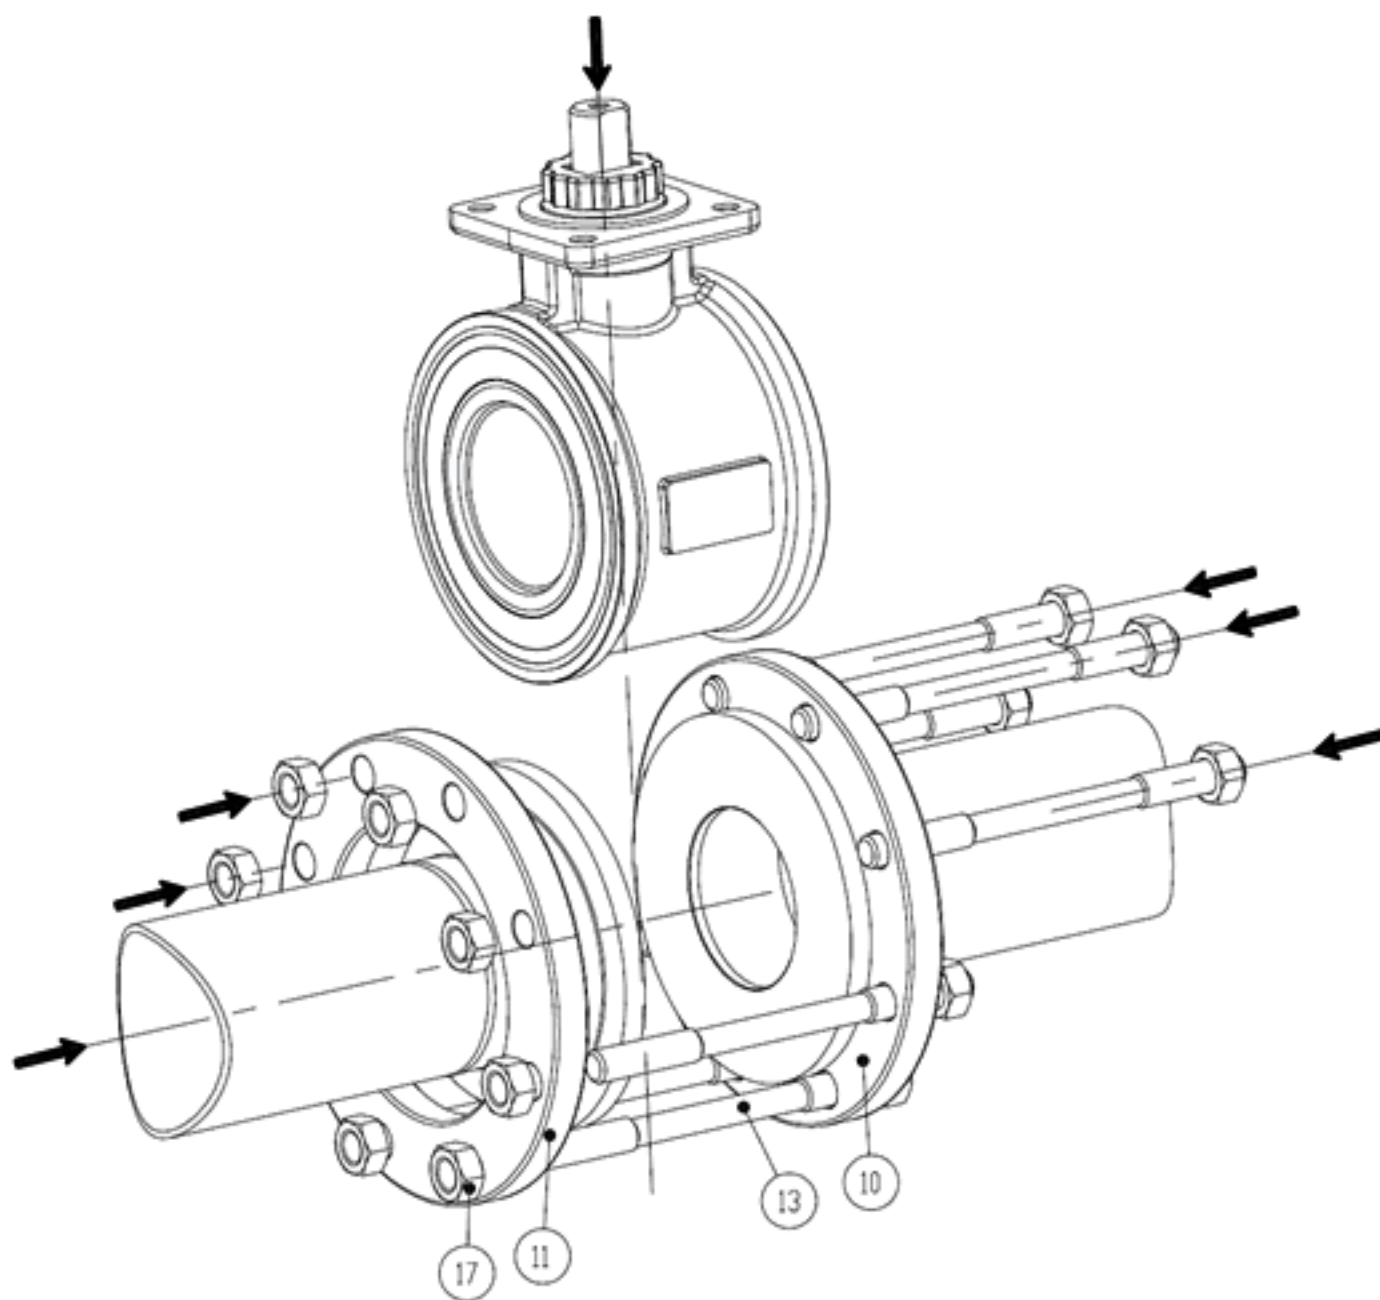
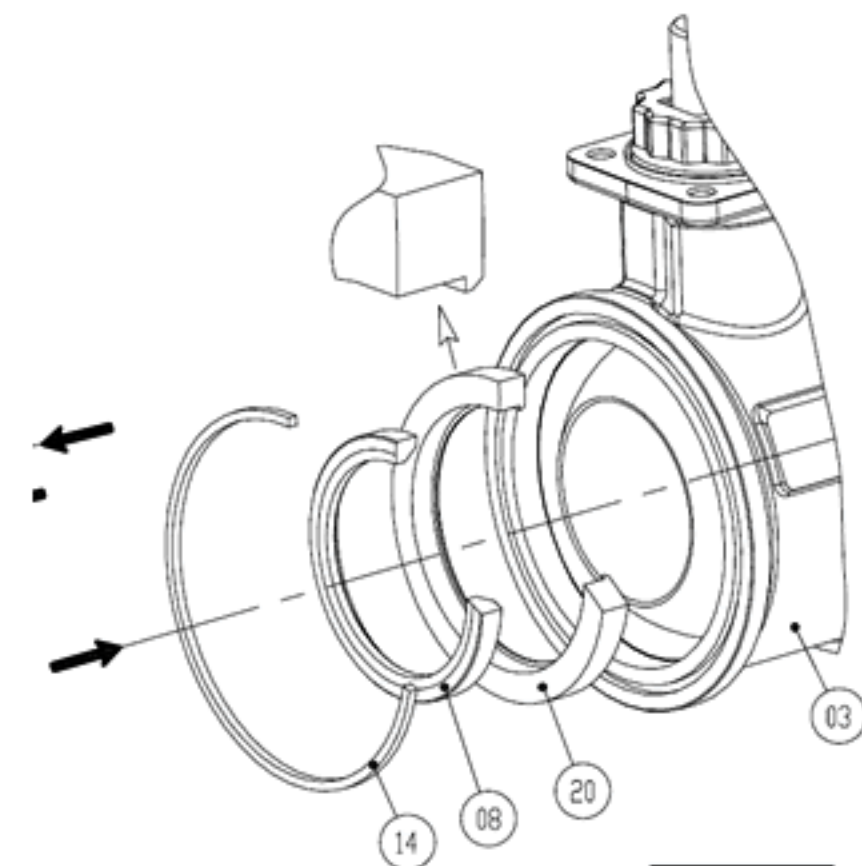
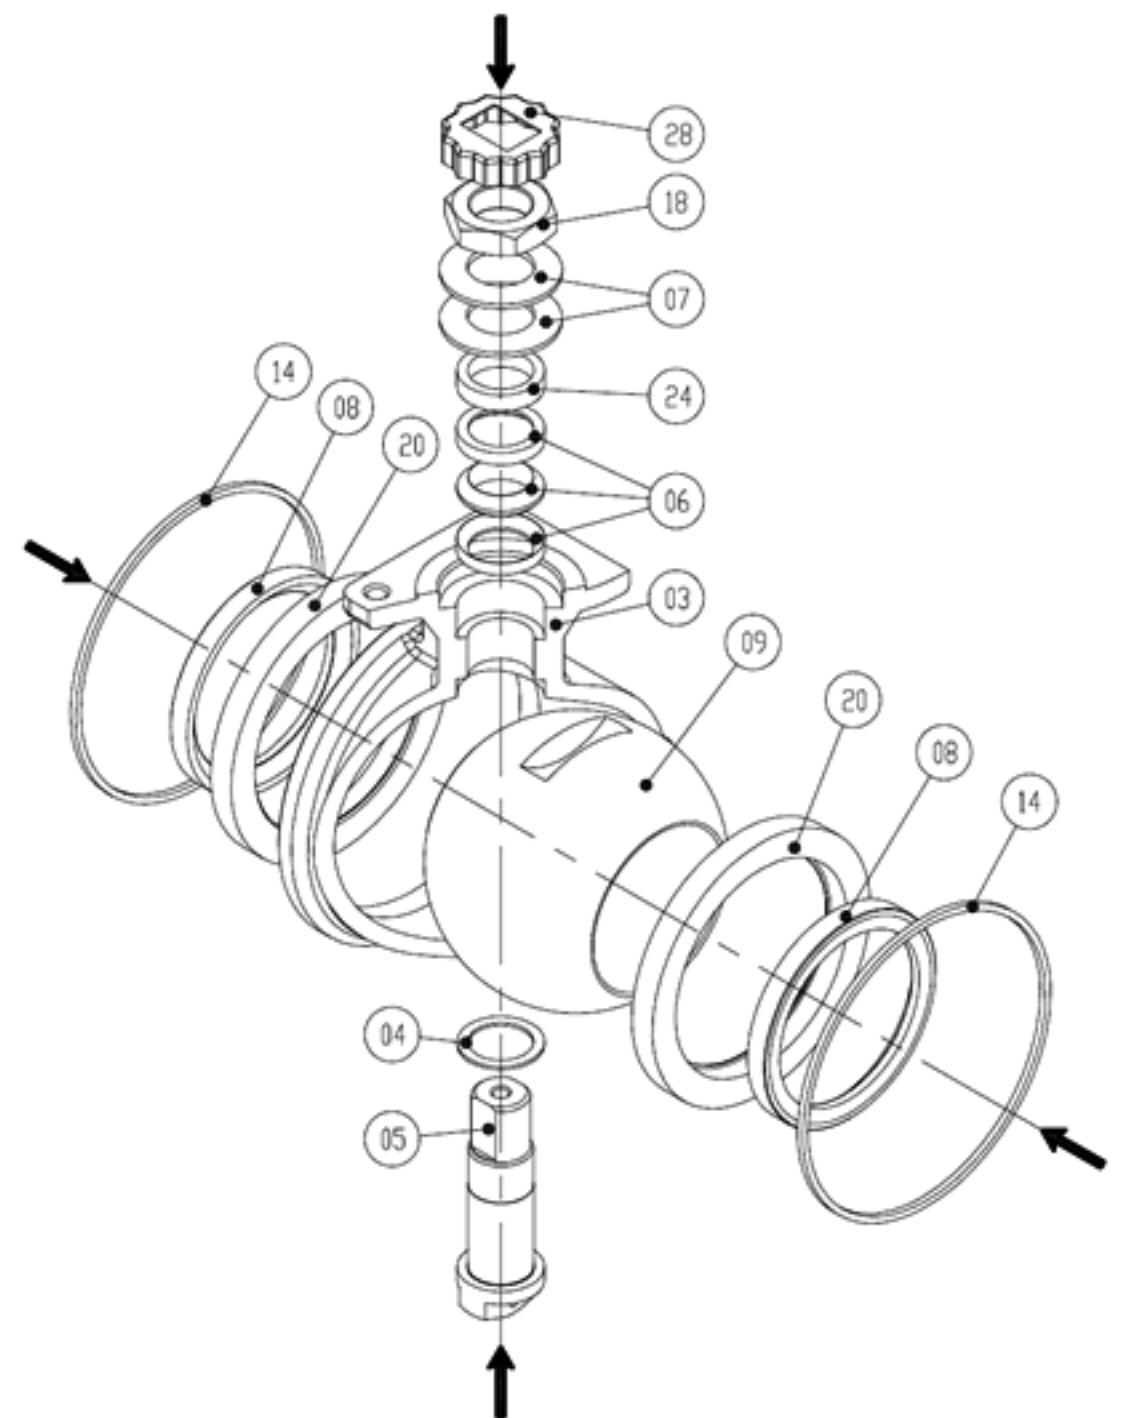

Fig 5
Fig 7
Fig 8
Changement des sièges (08), joint de corps (14), sphère (09) (Fig 5 & Fig 7)
1. Dévisser les écrous (17) et retirer les tirants (13) au passage du corps.
3. Faire une manœuvre de 90° afin que la sphère (09) se trouve en position fermée
4. Pousser la sphère (09) hors de son logement. Les supports sièges (20) viennent avec
5. Sortir les sièges (08) du support siège (20)
6. Retirer les joints de corps (14) du corps
8. Remonter l'ensemble en suivant le sens inverse les instructions de démontage. Lors du remontage des sièges (08) et supports siège (20), vérifier que les sens du montage est à la fig 7
Changement de la garniture (06) et rondelle de friction (04) (Fig 5, Fig 7 & Fig 8)
5. Retirer le frein d'écrou (28), et desserrer l'écrou (18)
6. Enlever les rondelles « Belleville » (07) et le fouloir (24)
7. Pousser la tige (05) vers l'intérieur du robinet. La rondelle de friction (04) reste en position sur la tige
8. Sortir la tige (05) du corps et changer la rondelle de friction (04)
9. Retirer la garniture (06) du corps et remplacer la par une neuve